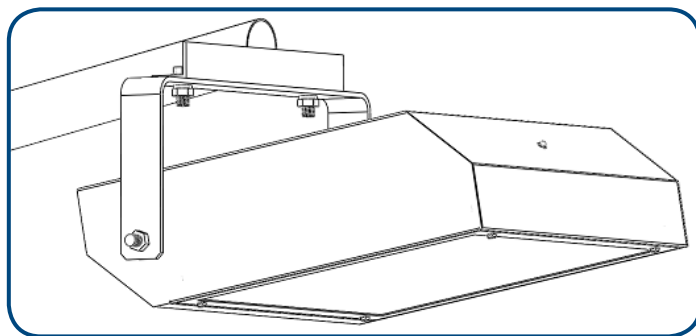

Figura 27. Montaje de lámpara SAECSA en poste con brazo.
7.1 Montaje de lámpara en poste con brazo (Ver Figura 27).